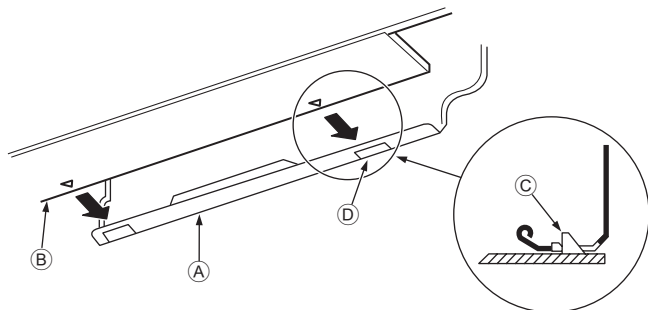

Fig. 3-15
3. Вставляючи трубу холодоагенту та дренажний шланг у пробитий в стіні отвір (гільзу-проходку для стіни), підвісьте верх внутрішнього блока на монтажну плату ①.
5. Закріпіть внутрішній блок, штовхаючи його нижню частину в монтажну плату ①. (Fig. 3-15).
* Переконайтеся в тому, що ручки внизу внутрішнього блока надійно закріплені на гачку монтажної плати ①.
- ① Монтажна плата
- ② Внутрішній блок
- ③ Гачок
- ④ Квадратний отвір